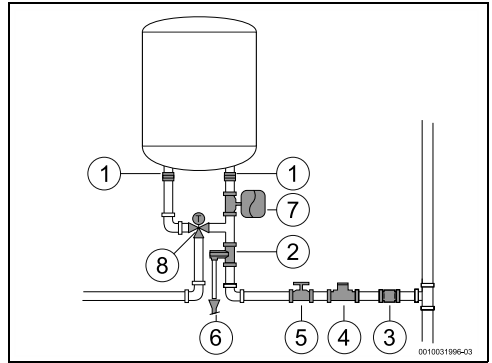

Fig. 13 Toma de agua
- ▶ instalar una válvula de reducción de presión (Fig. 13, [4]). La válvula diferencial se activará siempre que la presión del agua en el aparato sea superior a 8 bar ( $\pm 0,5$  bar), en este caso deberá existir la posibilidad de desviar el agua.
- ▶ instalar un vaso de expansión (Fig. 13, [7]) para evitar que la válvula diferencial se abra con tanta frecuencia. El volumen del vaso de expansión debe ser equivalente al 5% del volumen del dispositivo.